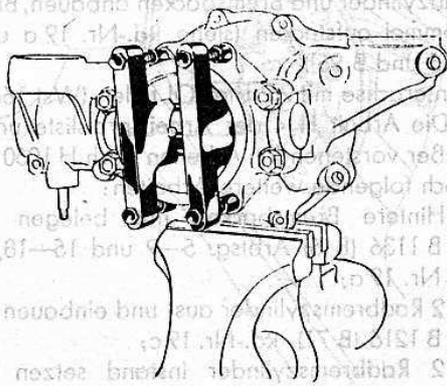

Bild 179
- e) Auf diesen langen Muttern die Spannbügel für die Führungshülse mit den vier beigegebenen Schrauben 8x60 befestigen (Bild 179). Bei neueren Gehäusen (ohne Stiftschrauben) dazu statt dessen die ebenfalls beigegebenen vier langen Schrauben M 8x110 verwenden. Die Spannbügel dürfen nur sehr leicht angezogen werden, weil sich sonst die Führungshülse verzieht und die Fräserwelle darin klemmt.